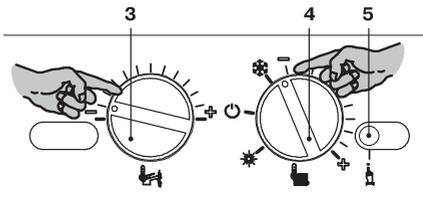
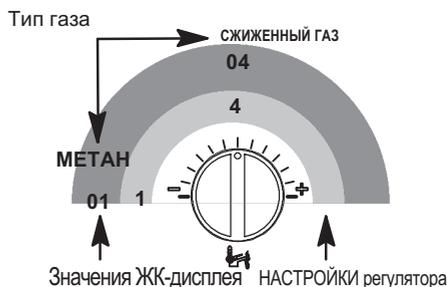

Рисунок 8.2
Рисунок 8.7
- Чтобы настроить тип газа, войдите в режим программирования, нажав и удерживая в течение 15 секунд кнопку сброса 5 (Рисунок 8.2), пока на ЖК-дисплее не появится параметр P01. На ЖК-дисплее последовательно отобразятся следующие символы (параметр P01 будет загораться поочередно с ---).
- Нажмите кнопку сброса 5 (Рисунок 8.2) и пролистайте параметры до P05, предназначенного для настройки типа газа. На ЖК-дисплее последовательно отобразятся следующие символы (параметр P05 будет загораться поочередно с 01).
Пример: если котел будет питаться сжиженным газом (G30-G31), но настроен на питание метаном (G20), установите регулятор 3 (Рисунок 8.2) так, как показано на следующем рисунке (Рисунок 8.7).
- Нажмите кнопку сброса 5 (Рисунок 8.2) и пролистайте параметры до P06, предназначенного для настройки типа газа (второго уровня). На ЖК-дисплее последовательно отобразятся следующие символы (параметр P06 будет загораться поочередно с 01).
- Чтобы изменить настройку, поверните регулятор температуры в системе горячего водоснабжения 3 (Рисунок 8.2) и установите его в выбранное положение (см. также Рисунок 8.11).